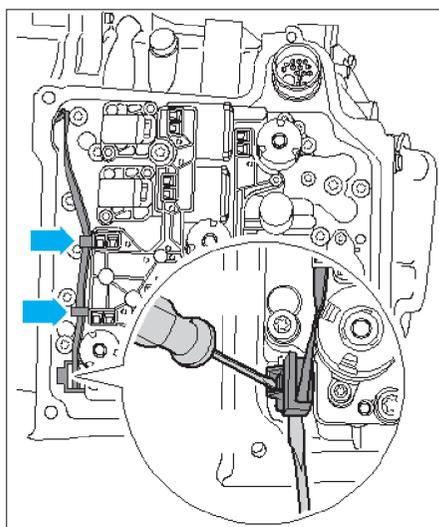

FIG. 20
- A l'aide d'un petit tournevis, déverrouiller le connecteur du capteur de régime d'entrée de boîte et la sonde de température d'huile dans l'embrayage puis dégager simultanément le tout avec précaution en utilisant un second tournevis (Fig.20).